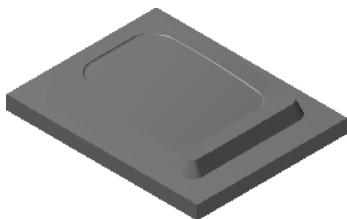

图 5.2 零件模型
Step1. 打开模型。选择文件 D:\mcx6.11\work\ch05\SHOE_MOLD.MCX-6，系统进入加工环境，此时零件模型如图 5.2 所示。